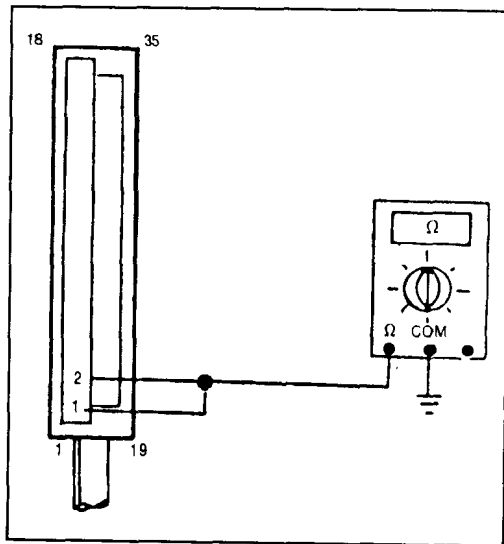

图 2-3 检查 ECM 接地
(1) 检查拆下的 ECM 连接器 1 号端子和车身(接地)以及 2 号端子和车身接地情况(电阻值: 0Ω), 如图 2-3 所示。
(2) 检查结果能测出电阻值, 说明与进气歧管连接部位的螺栓处的被腐蚀或接触不良。因此, 要拧下螺栓利用毛刷等擦拭后再接上。